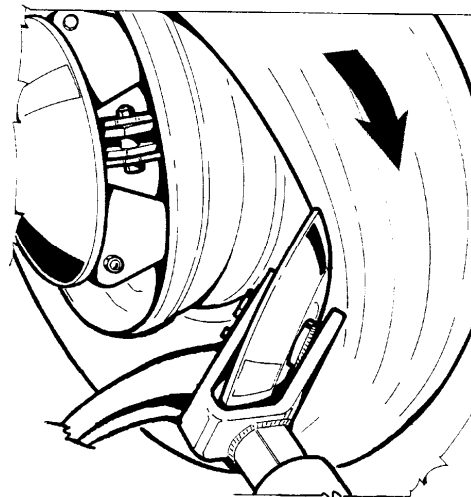

Fig.40
6. Répéter l'opération de détalonnage depuis la partie intérieure en veillant à ne pas détériorer la soupape (Fig.40).